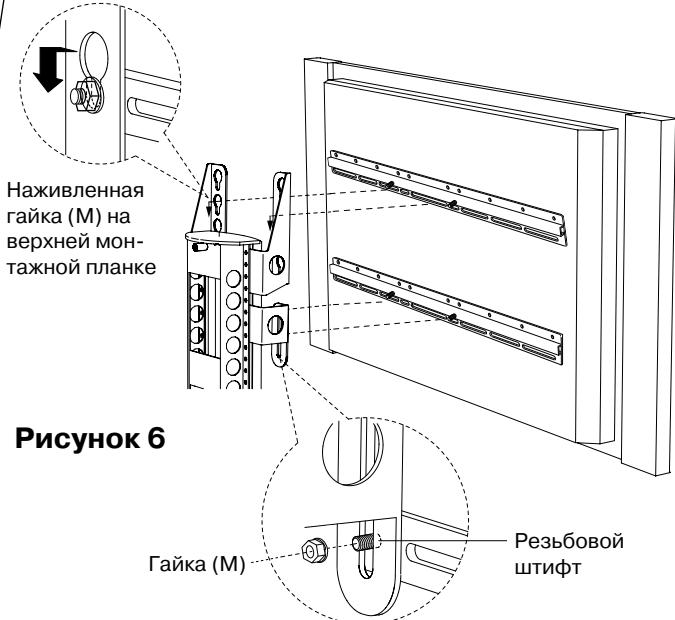

Рисунок 6
8. Установка плоскопанельного телевизора. Аккуратно «нацепите» телевизор на экранные скобы, как показано на рис.6. обеспечьте попадание наживленных гаек в специальные отверстия, а также попадание резьбовых штифтов в отверстия на нижних экранных скобах (HBL и HBR). Затяните гайки (M) с помощью ключа. **Примечание:** максимально поддерживаемая мебелью Vista масса телевизора составляет 102 кг.